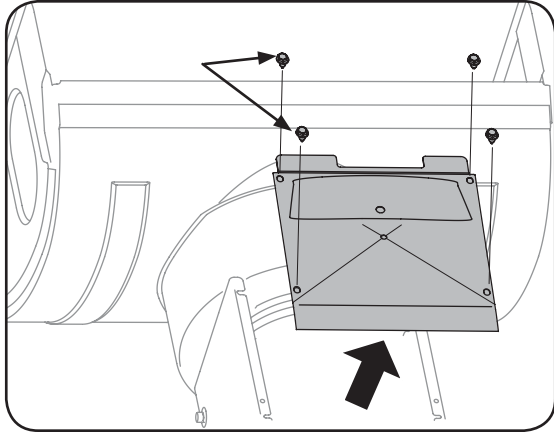

Figure 5-4
- Basculez la souffeuse vers l'avant pour la reposer sur l'habitacle des tarières. Voir la Figure 5-4.